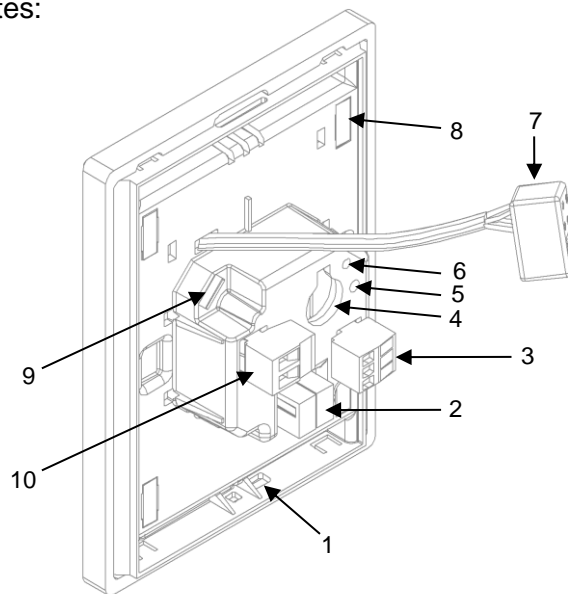

Abb. 1 Schematisches Darstellung.
Abb. 1 zeigt den Anschluss des Gerätes:
- Verbinden Sie einen **USB Flash-Speichermedium** mit dem Mini-USB Port (siehe 9 in Abb. 1), via Adapterkabel.
- Beim Z41PRO und Z41 COM kann dieses Firmware Update via Ethernet durchgeführt werden. (siehe 7 Abb. 1).